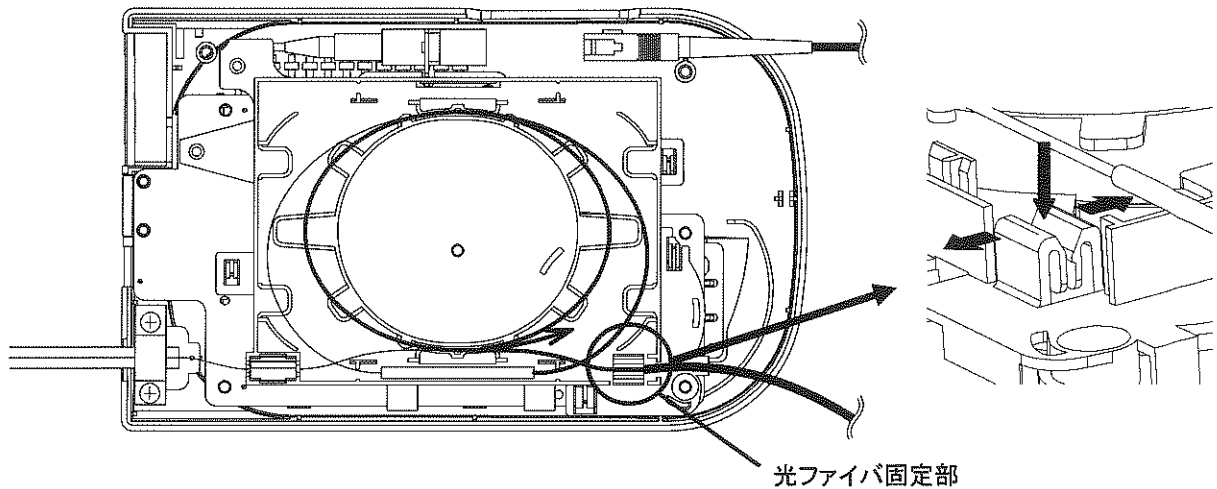

図 4-28 内部接続用ケーブルの余長処理
- ④ 内部接続用ケーブルの光ファイバ心線をスプライストレイの余長処理部に沿って引き回し余長を収納し、内部接続用ケーブルの光ファイバ心線を光ファイバ固定部に固定します。固定する際は光ファイバ固定部のクリップを広げながらファイバを固定して下さい。(図 4-28 参照)